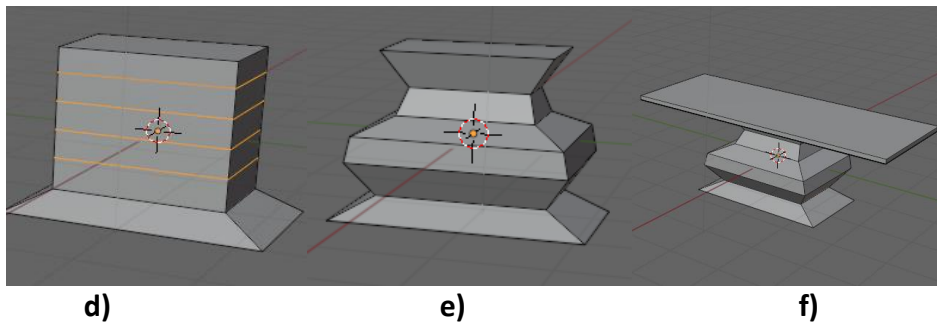

Figura 4. Utilização da ferramenta **Loop Cut and Slide**.
- Inserir um corte transversal tal como ilustrado na Figura 4-a);
- Selecionar as arestas da base inferior do cubo e aplicar-lhe um redimensionamento de **1.5** (**Tecla S + 1.5**) obtendo-se o resultado da Figura 4-b);
- Em seguida selecionar todo o objeto (**Tecla A**) e aplicar um redimensionamento de **0.6** no eixo dos XX (**Tecla S + X + 0.6**) resultando no objeto da Figura 4-c);
- Como resultado, obtém-se a mesa da Figura 4-f).